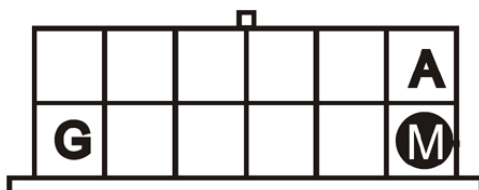

Рис. 9 Обозначение со стороны подключения диагностического тестера
- 4) Подсоедините этот провод (красный или чёрнобелый) в точку «М» диагностического разъёма рис. 9. Родной провод рекомендуется не отрезать, а разрезав изоляцию скрутить с проводом компьютера (по возможности спаять) и заизолировать рис. 9.